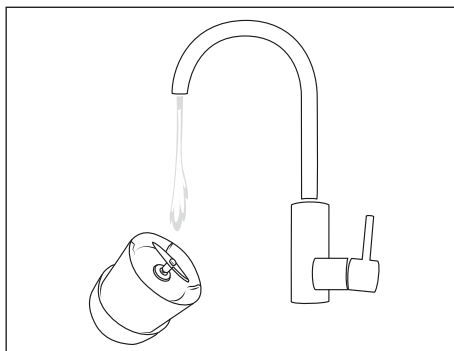

Fig. 2
- ◆ Limpie la tapa ❶ y la correa ❷ con un paño húmedo. Aplique un detergente lavavajillas suave al paño y límpielo con agua limpia. Deje que se seque completamente antes de guardar el aparato o volver a usarlo.
- ◆ Para limpiar los residuos poco incrustados, llene el vaso para batir ❹ hasta la marca MAX con agua templada y una gota de jabón lavavajillas. Deje el aparato en marcha durante aprox. 30 segundos de la manera descrita en el capítulo 11. Manejo. Tras esto, desenrosque la tapa ❶ y vacíe el agua jabonosa del vaso para batir ❹.
- ◆ Enjuague exclusivamente la cuchilla ❸ con mucho cuidado bajo el agua corriente; en caso necesario, utilice también un cepillo de limpieza. Para ello, asegúrese de que no caiga agua en la tapa ❶ y no la sumerja nunca en agua! Incline el aparato de forma que el chorro de agua solo caiga sobre la cuchilla ❸ (consulte la fig. 2).